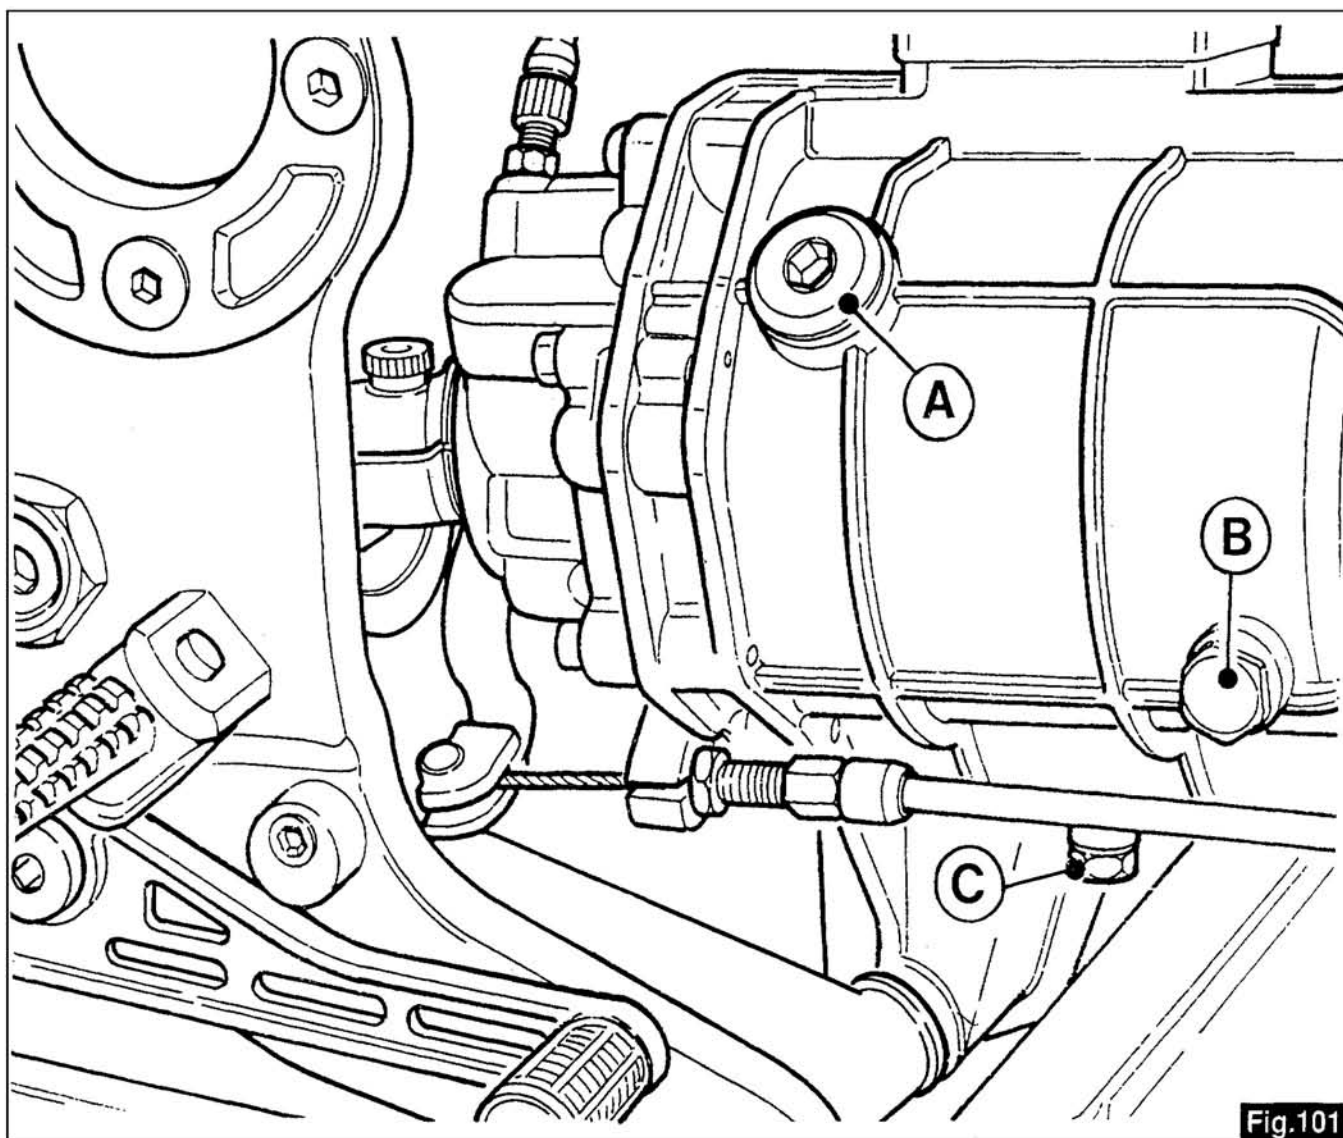

Fig.101
12.1 LUBRIFICATION DE LA BOÎTE DE VITESSES (fig.101)
12.1 GETRIEBESCHMIERUNG (Abb.101)